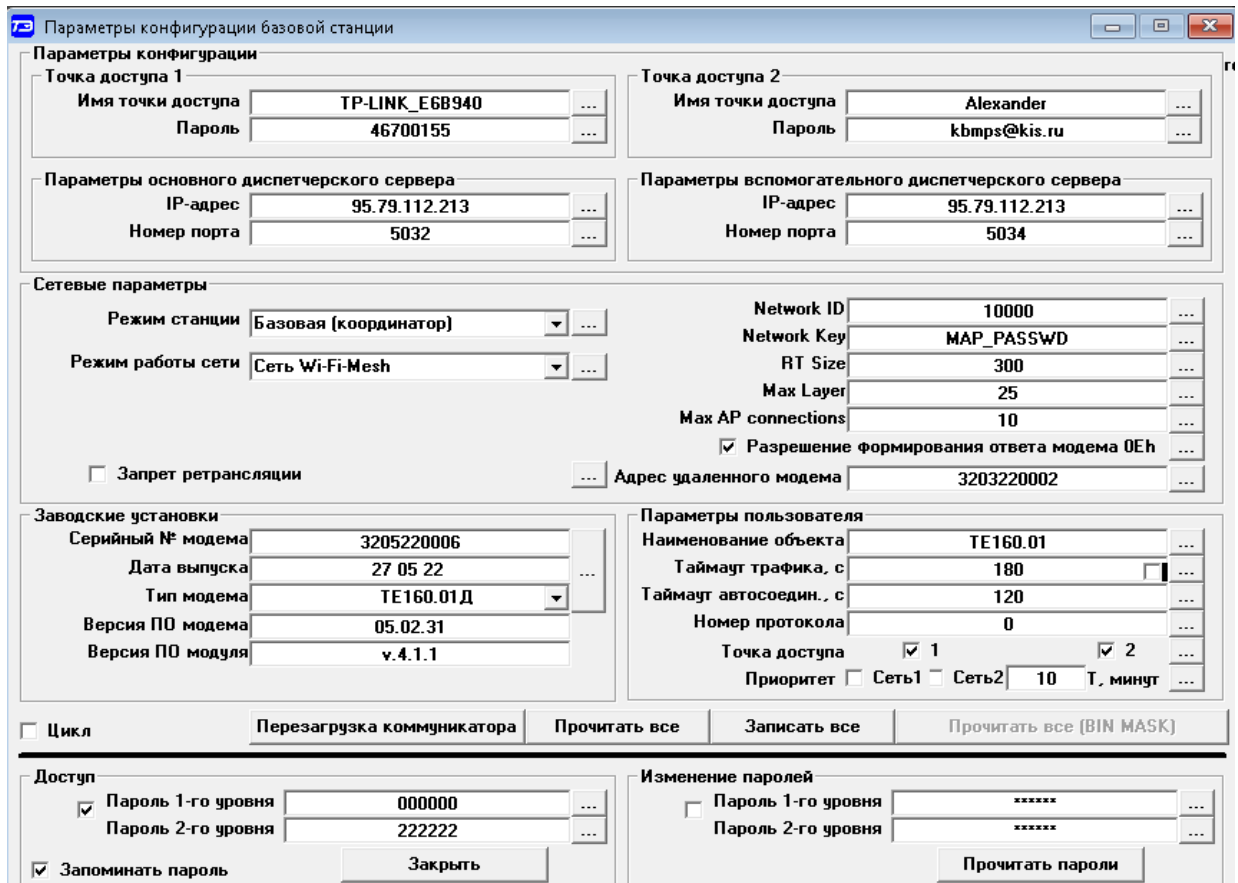

Рисунок 13 - Форма «Параметры конфигурации базовой станции»
- «Параметры конфигурации» (рисунок 13);
3.3.5.2 К программируемым коммуникационным параметрам формы «Параметры конфигурации» (рисунок 13) относятся:
Поскольку точек доступа может быть две, то параметры обоих точек доступа должны быть введены в окна группы элементов «Точка доступа 1» и «Точка доступа 2» (рисунок 13) и записаны в коммуникатор как параметры конфигурации.
3.3.5.5 Посредством формы «Параметры конфигурации» (рисунок 13) через группу элементов «Параметры пользователя» можно установить ряд пользовательских параметров, к которым относятся:
3.3.6.1 Чтение и установка сетевых параметров производится посредством формы «Параметры конфигурации» (рисунок 13), группы элементов «Сетевые параметры». Сетевые параметры определяют режим работы коммуникатора и принадлежность коммуникатора к конкретной сети. К сетевым параметрам относятся:
Перезагрузка коммуникатора производится нажатием кнопки «Перезагрузка коммуникатора» на поле формы «Параметры конфигурации» (рисунок 13).